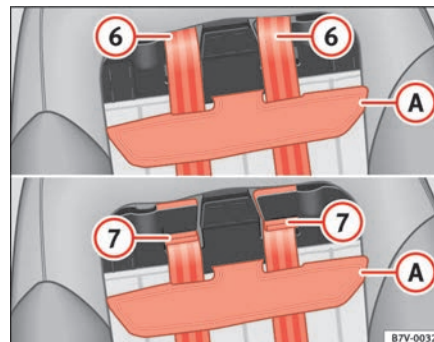

Fig. 36 Asiento integrado para niños: modificar la colocación de los tirantes del cinturón
- Tire hacia delante del suplemento de la parte superior ⇒ fig. 36 (A) para despegarlo del velcro.
- Para los niños más grandes, desplace los dos tirantes del cinturón en las ranuras laterales de la posición superior (6).
- Por último, desplace el suplemento (A) debajo de los tirantes y presiónelo de forma que quede fijo ⇒ ⚠.
El suplemento ⇒ **página 58, fig. 36** **(A)** tiene que quedar presionado al asiento por la parte del velcro de forma que las tiras del cinturón se muevan libremente en sus ranuras. ■